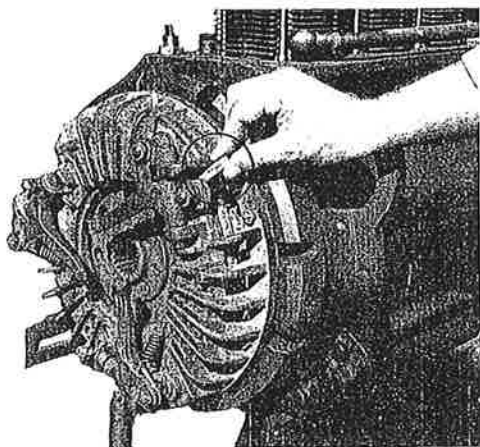

FIG. 50 – Mise en place des cales spéciales (épaisseur 5 mm)
- Avant de démonter l'embrayage en commençant par le volant, enfiler des petites cales spéciales (coins) comme l'indique la Fig. 50.